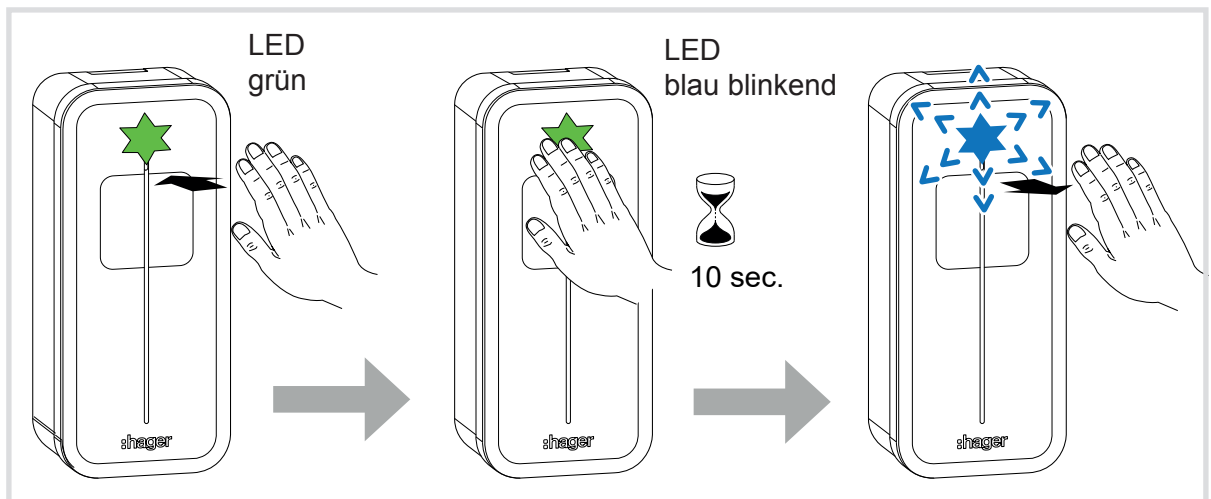

Bild 12: Pairing-Modus aktivieren bei der Hager Ladestation *witty.connect*
- Zuerst an der Ladestation *witty.connect* den EEBus Pairing-Modus aktivieren (Bild 12).